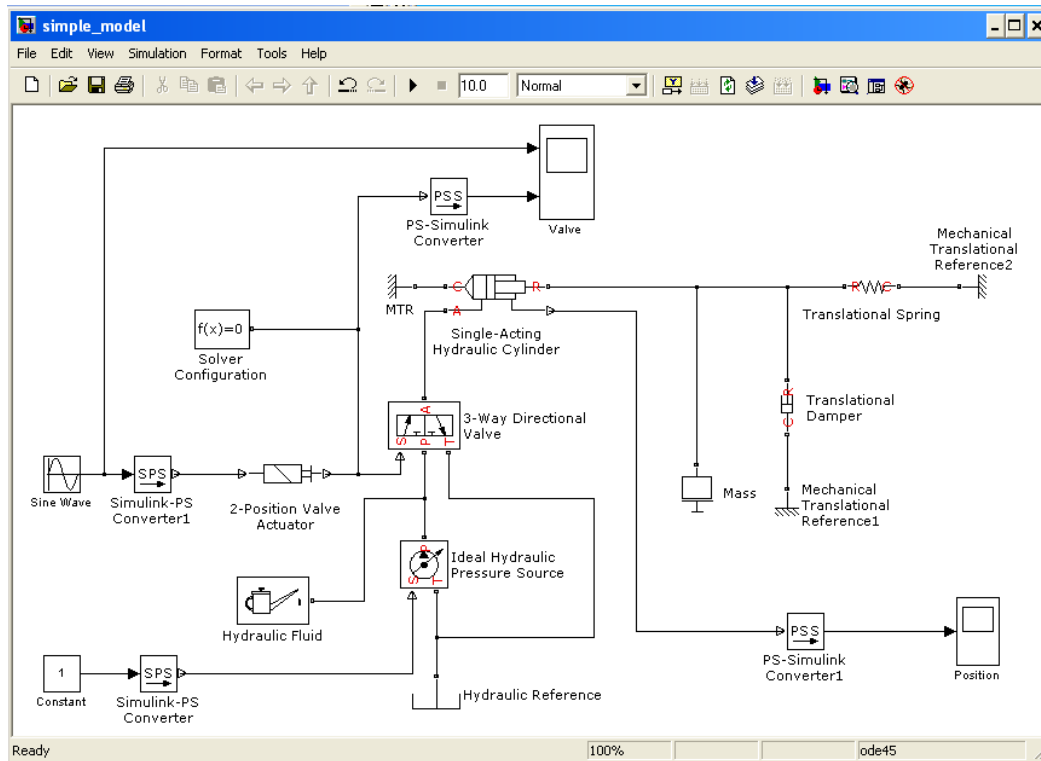

Figura 10 Intrări-ieșiri în sistem și blocuri de configurare
8. Pentru vizualizarea caracteristicilor se vor mai adăuga surse și Scope-uri din Simulink. Pentru interconectare va fi nevoie de blocuri de conversii de tip Simulink-PS și PS-Simulink. Fiecare model de tip Simscape are nevoie de un bloc *Solver Configuration*. Pe lângă acest bloc se va mai adăuga un *Hydraulic Fluid* bloc pentru a specifica parametrii fluidului din sistem. Legăturile se vor efectua conform figurii Figura 10.